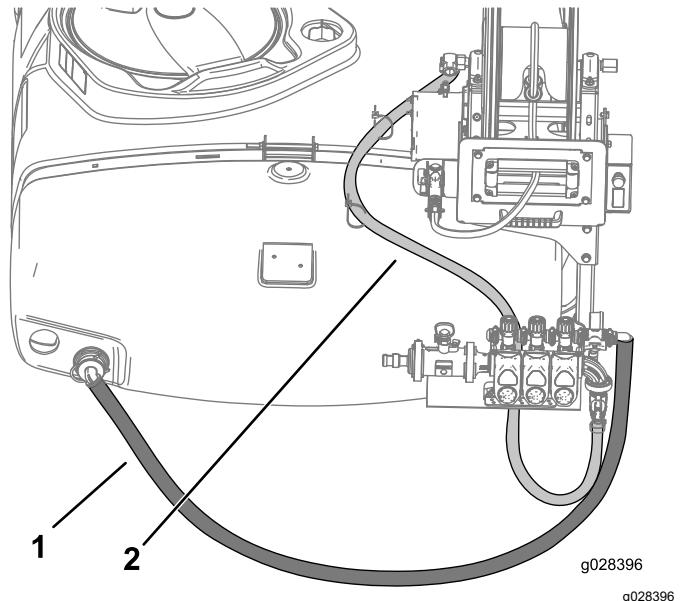

Figura 14
13. Enrute la manguera de suministro del carrete de la manguera según se muestra en Figura 14, y sujétela al carrete de la manguera con una abrazadera.